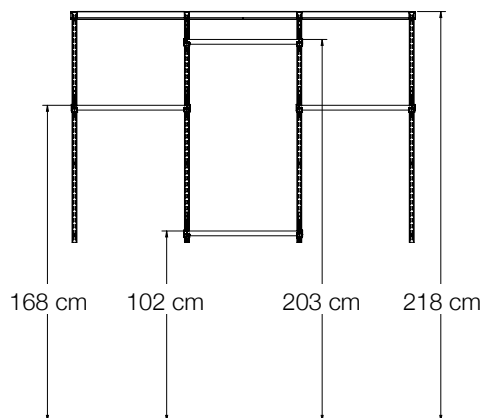

Figure 1
- La hauteur standard pour les tringles (en mesurant du plancher jusqu'au dessus de la tringle) est de 168 cm pour un agencement à tringle simple, 102 cm et 203 cm pour un agencement à 2 tringles (**Figure 1**).